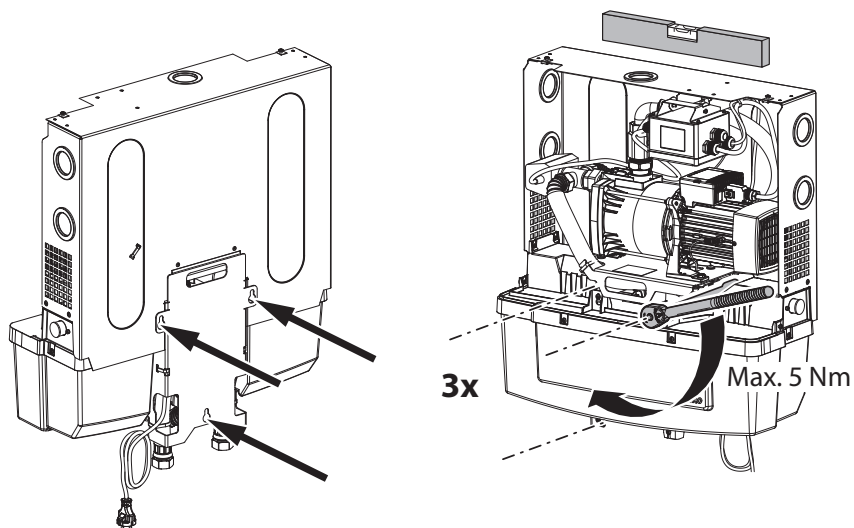

Fig. 13: Punkty mocowania do zawieszenia na ścianie i przykręcanie śrub
4. Zawiesić system za pomocą otworów podłużnych na stronie odwrotnej (Fig. 13) na śrubach.